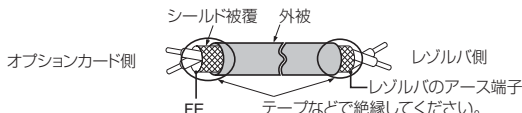
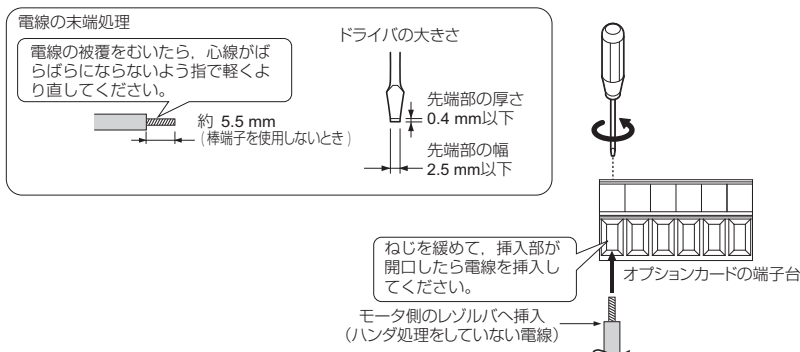

図 6 シールド線の末端処理
図 7 電線の端末処理と配線
4. 図 6 と図 7 を参考に電線の末端を処理してください。配線時の締め付けトルクについては、「電線サイズと締め付けトルク」(19 ページ) を参照してください。すべての電線が確実に固定されているか、電線の被覆が端子台の挿入部に噛み込んでいないかを確認してください。また、はみ出した心線はすべて切断してください。
5. オプションカードの端子台とレゾルバを接続してください。配線については図 6 と図 7 を参照してください。また、接続図については図 8 を参照してください。接続ケーブルは 10 m 以下にしてください。